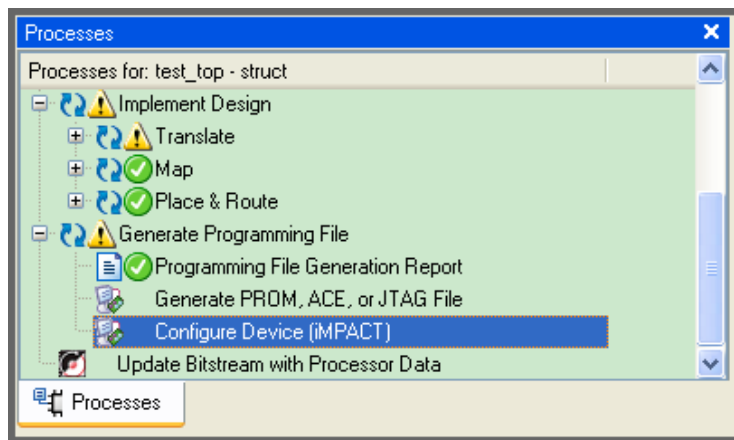

图 2.32 在 ISE 中启动 FPGA 配置程序
(1) 将 JTAG 下载线连接到电路板上，打开电源。
(2) 最直接的方法就是在 ISE 的 Project Navigator 的“Process”窗口中，双击“Configure Device (iMPACT)”，如图 2.32 所示。